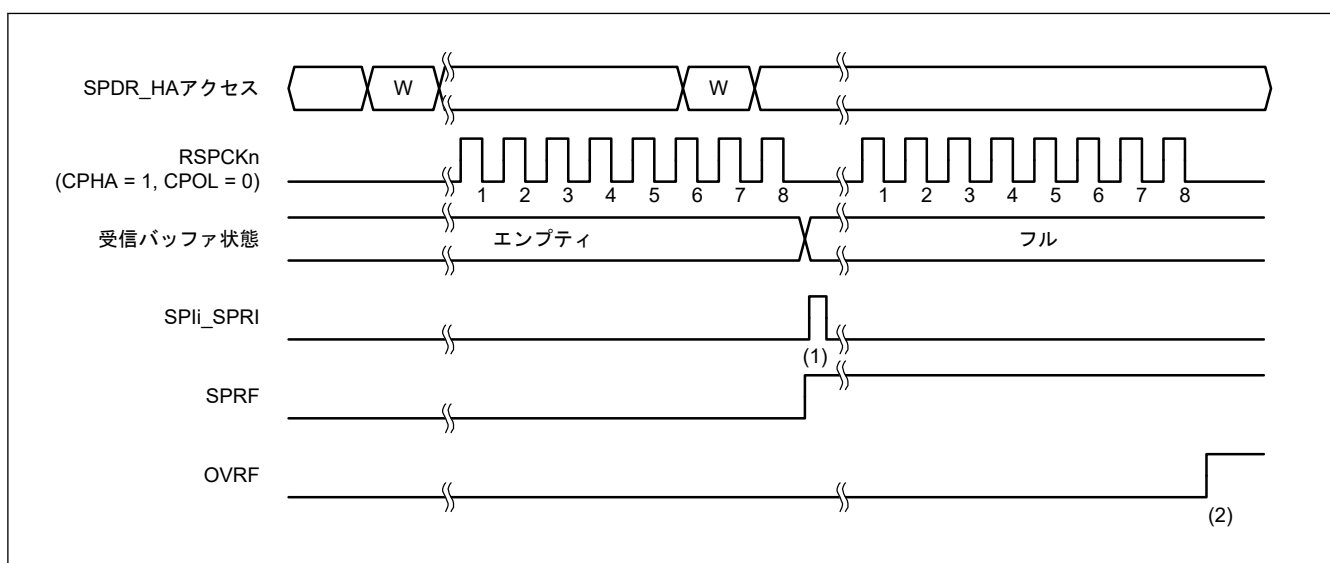

図 27.24 SPCR.TXMD = 0 の場合の動作例
以下に、図 27.24 の (1)、(2) に示したタイミングでのフラグ動作を説明します。